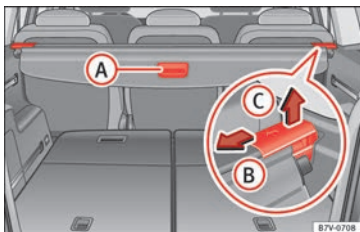

Fig. 164 I bagagerummet: bagagerumsafdækning
- Træk bagagerumsafdækningen en smule bagud ved hjælp af grebet ► **Fig. 164 A**.
- Frigør bagagerumsafdækningen i pilens retning ►► **Fig. 164 B**.
- Tryk bagagerumsafdækningen i pilens retning » Fig. 164 (B).
- Frigør bagagerumsafdækningen i pilens retning » Fig. 164 (B), og løft den i opad i pilens retning (C).